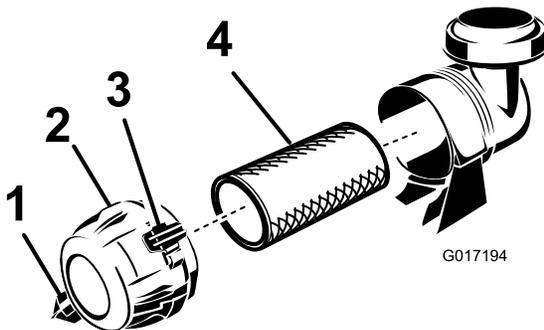

Bild 22
1. Ziehen Sie den Riegel nach außen und drehen Sie die Luftfilterabdeckung nach links (Bild 22).
3. Schieben Sie den Filter vorsichtig aus dem Luftfiltergehäuse (Bild 22) heraus, um das Losrütteln von Staub zu minimieren. Vermeiden Sie ein Anstoßen des Filters am Filtergehäuse.
3. Reinigen Sie den Schmutzablassanschluss, der sich in der abnehmbaren Abdeckung befindet (Bild 22). Nehmen Sie das Gummiablassventil von der Abdeckung ab, reinigen Sie den Hohlraum und wechseln Sie das Ablassventil aus.